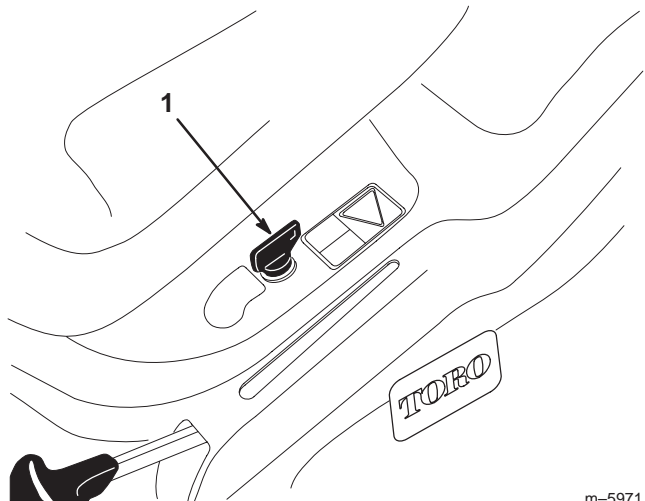

Bild 9
Wenn Sie im Rückwärtsgang den Zapfwellenantrieb benötigen, können Sie diesen Sicherheitsschalter mit Hilfe des KeyChoice-Schalters bei der Sitzhalterung deaktivieren (Bild 9).
2. Stecken Sie den KeyChoice-Schlüssel in sein Schalter (Bild 9).